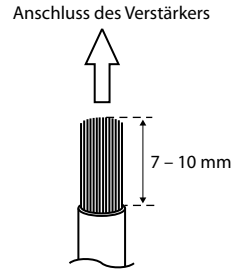

Abb. 7
- Entfernen Sie 7 – 10 mm der Isolation von den Enden der Kabel. (Abb. 7)